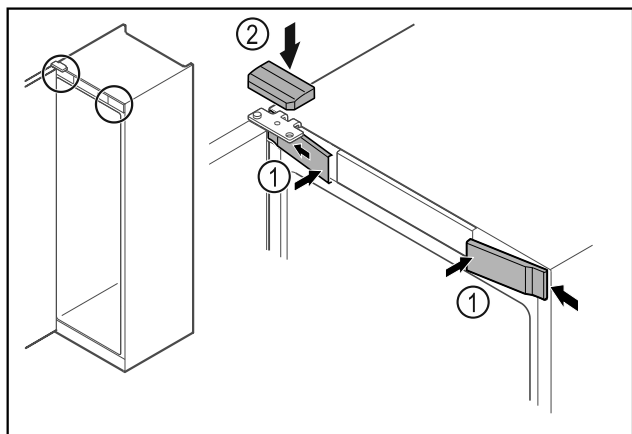

Fig. 62
- ▶ Futni nga anash kapakët mbulues të përpamë Fig. 62 (1) dhe mbërthejini.
- ▶ Mbërtheni nga lart kapakun mbulues të sipërm Fig. 62 (2).